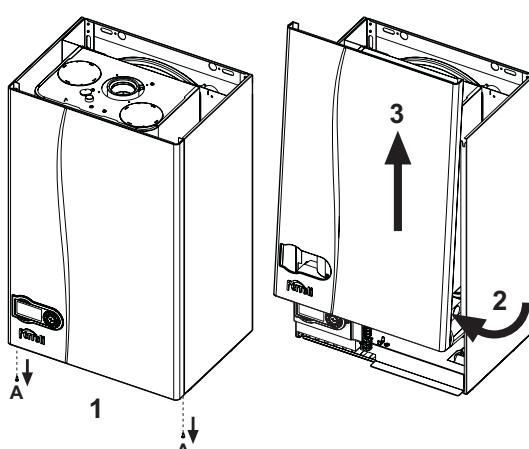

fig. 28 - Deschiderea carcsei
- Deșurubați șuruburile A (vezi fig. 28).
- Rotiți carcasa (vezi fig. 28).